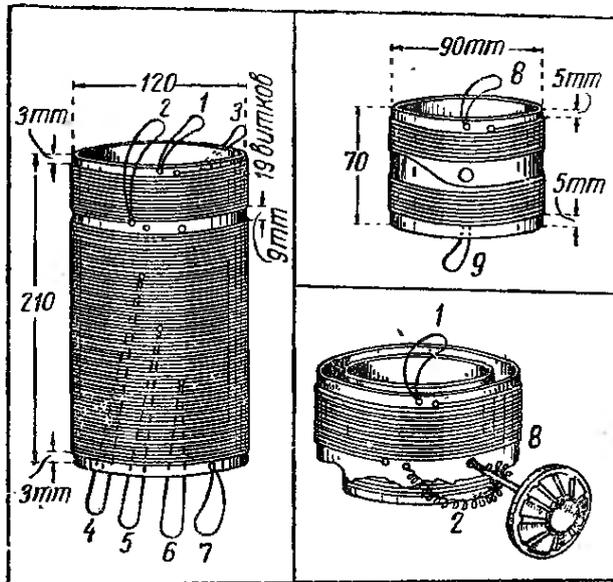

Рис. 10, 11 и 12.
Для неподвижной катушки из прессшпана или картона толщиной 1,5—2 мм необходимо склеить цилиндр длиной 210 мм, наружный диаметр которого равен 120 мм (рис. 10).
Намотка производится в таком порядке. Отступя примерно на 3 мм от верхнего края, в большом цилиндре делают два сквозных прокола, через один из которых пропускают конец провода внутрь, а через второй выводят его опять наружу. Этот конец, помеченный на рис. 10 цифрой 1, оставляют свободным и затем начинают мотать обмотку, укладывая витки плотно друг к другу. После намотки 19 витков провод обрезают и, закрепив конец его в цилиндре, выводят наружу, пометив цифрой 2. Эти 19 витков должны занимать по длине цилиндра 28 мм.
Возле самой обмотки в цилиндре делаются два диаметрально противоположных отверстия для оси подвижной катушки. Затем, укрепив в цилиндре возле одного отверстия провод, выводят его конец (3) наружу и после этого продолжают намотку, отступя от первой секции примерно на 9 мм. Намотав 13 витков, которые займут 19 мм длины катушки, провод, не обрывая, сгибают, пропускают через прокол внутрь цилиндра и выводят его через нижний конец катушки наружу. Длина наружной части этой петли (4) должна быть не менее 150—200 мм, так как эти концы будут подводиться к контактам переключателя П₁. Затем наматывают еще 35 витков, делают второй отвод (5), потом через следующие 35 витков — третий отвод (6) и, наконец, намотав последнюю секцию в количестве тоже 35 витков, обрезают провод и закрепляют его конец у нижнего края цилиндра. Этот конец на рис. 10 помечен цифрой 7.